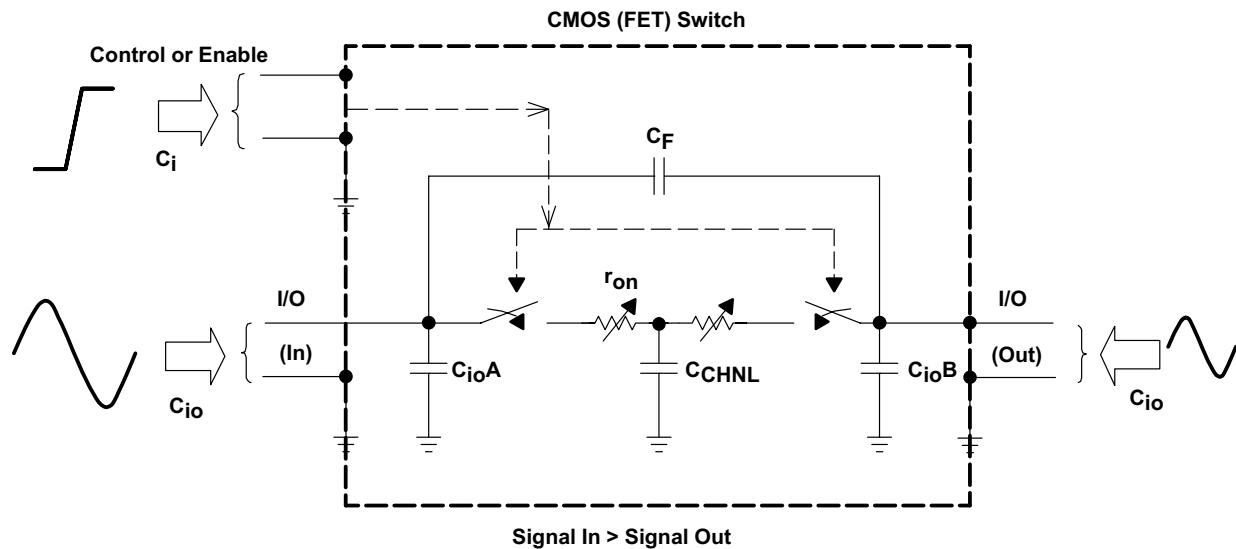
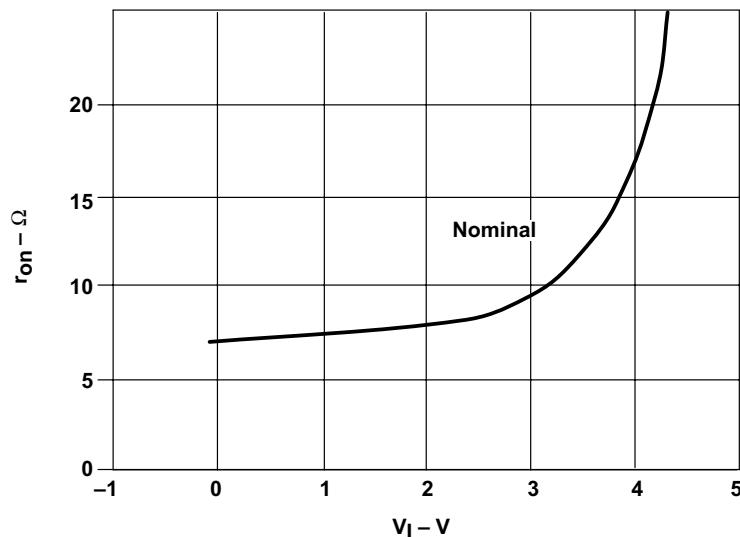

图 2. 简化的CMOS(FET)开关
图 4. n通道FET开关在 $V_{CC} = 5$ V时的开态电阻与最低输入输出电压关系图
跟机械开关一样，固态开关也不是理想的，事实上，固态开关的损失是很显著的。那么为什么还要使用这么离理想情况很远的开关呢，答案就是方便。比起传统的电控开关，如中继开关，固态开关体积很小，快速，易使用，易控制，而且消耗很小的功率。在这篇应用报告中涉及到的开关都是互补金属氧化物半导体(CMOS)场效应晶体管(FET)开关。像前面讲到的，它们也不是理想的，所以我们需要一种方法来检查和比较不同CMOS产品系列的性能特征。图2给出了一个CMOS开关的简化电路模型。
由于开关的寄生效应，输出信号(图2右边)是可变的，变化的结果可能包括幅度降低、信号失真、相位移动、引入噪声和频率衰减。导致这些非理想特征的参数包括：
为了让n通道的FET正常的工作，栅极的偏置要比通过的信号更大，这是因为开态电阻 (r_{on} ,或者也称为 $r_{DS(on)}$) 会随着栅极电压与源电压的电压差(V_{GS})的增大而减小。对于CBT类型，当 \overline{OE} 低时，FET栅极的偏置就接近与 V_{CC} 。当最低的 $V_{I/O}$ 信号接近 V_{CC} 的幅度时， V_{GS} 就会降低， r_{on} 就会增加(见图4所示)。FET开关中保持低 r_{on} 的能力是由保持 V_{GS} 尽可能大来决定的。在很多的应用中，这个特征不是问题，但是设计者需要明白这类器件的非线性。
- 正弦波失真或全谐波失真。这些是用来测量器件线性度的。非线性可能有很多引起原因(设计，器件物理特性等)，但是，代表性的最大因素是 r_{on} 。如图2和图4所示，对于所有类型的CMOS开关， r_{on} 都会随着 $V_{I/O}$ 而变化。具有低的 r_{on} 很重要，但是在整个信号范围内平坦的 r_{on} 也同样重要。N通道开关，例如CBT，在 $0 < V_{I/O} < (V_{CC} - 2 V)$ 的信号范围内展现了非常平坦的 r_{on} 特性，但是 r_{on} 在 $V_{I/O}$ 接近 V_{CC} 和 V_{GS} 减小时会急剧增大。并联n/p通道开关在 $0 < V_{I/O} < V_{CC}$ 的信号范围内提供了很好的 r_{on} 平坦度，而且在最高的推荐开关 V_{CC} 处有最好的平坦度。